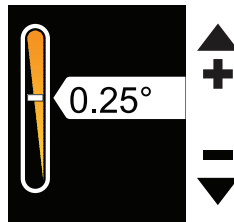

Figura 4-17: Configurar velocidad de calentamiento personalizada
- Si selecciona Personalizar, pulse los botones Aumentar y Disminuir para establecer la velocidad (Figura 4-17 de la página 4-33).